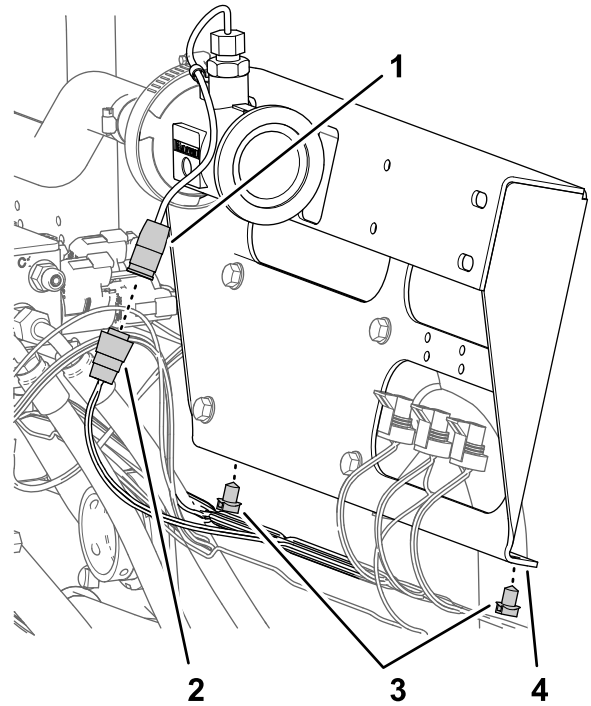

Figura 72
1. Desligue o conector de três tomadas da cablagem da máquina rotulada FLUXÍMETRO (flow meter) do conector de três pinos do fluxímetro (Figura 72).
2. Retire os dois fixadores de pressão da cablagem da máquina da flange inferior do suporte da válvula de secção (Figura 72).